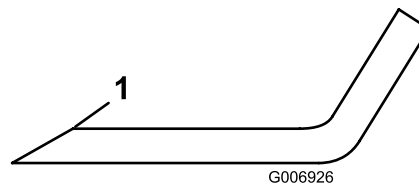

Figura 65
6. Se apresentar sinais de desgaste ou ranhuras, afie apenas a zona superior da parte cortante enquanto mantém o ângulo de corte original (Figura 65).
5. Inspeccione as extremidades de corte de todas as lâminas. Afie as extremidades de corte se estas apresentarem sinais de desgaste ou ranhuras. Afie apenas a zona superior da parte cortante e mantenha o ângulo de corte original para garantir que está afiada (Figura 65).